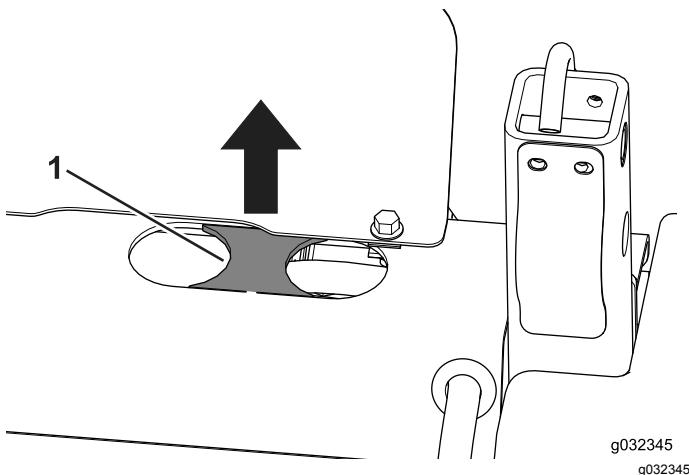

Figure 15
2. Si elle est présente, enlevez la partie pré découpée entre les 2 trous (Figure 15).